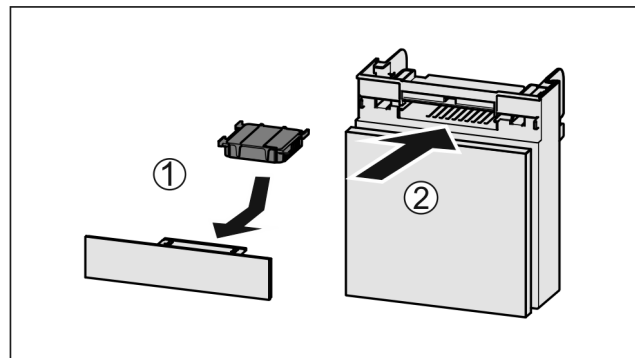

Fig. 129
- Inserire il vano Fig. 129 (2).